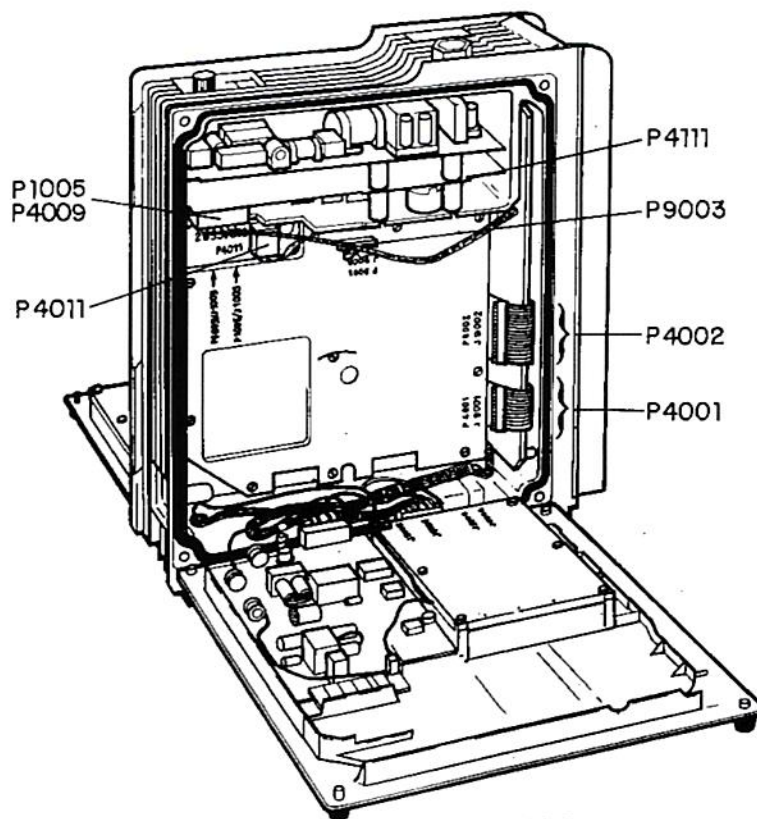

FIG. 1
- 1.6 - Déconnecter côté gauche : P4001, P4002, P4009, P1005, P4011, P9003, P4111 (Fig.1.).